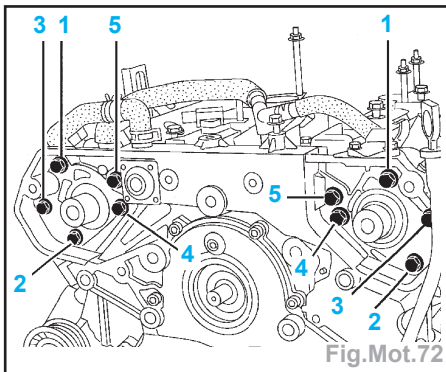

Fig.Mot.72
- les carters en serrant les vis au couple de **2,5 daN.m** dans l'ordre préconisé (Fig.Mot.72),